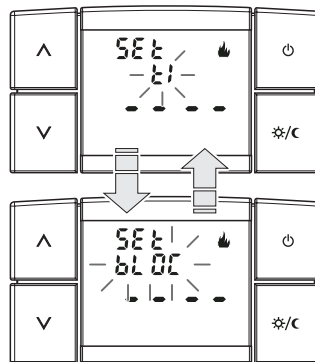

fig. 34
- Entrando nella prima videata si visualizzano le scritte **t1** e **bLOC** lampeggianti alternate e i 4 trattini fissi (- - - -). fig. 34